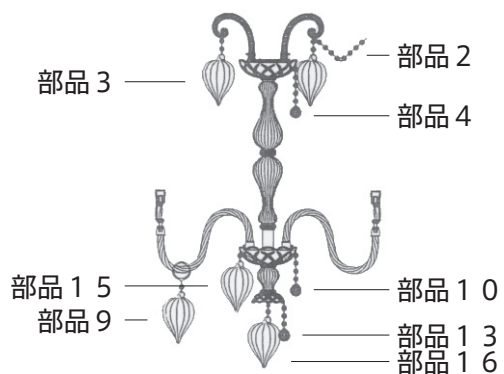

図6
8. 部品 6、8、7 を取付け、ソケットにソケットカバーを取付けます（図 6）